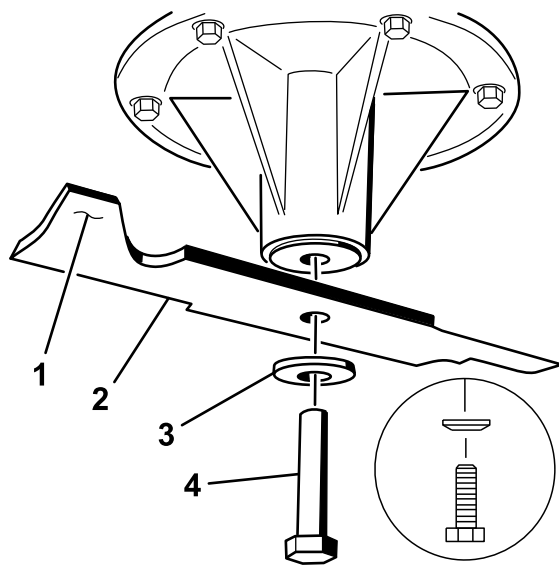

Figure 115
2. Enlevez de l'axe des lames gauche et centrale, le boulon de lame, la rondelle bombée et la lame (Figure 115).
3. Enlevez de l'axe, le boulon de la lame droite (fileté à gauche), la rondelle bombée et la lame (Figure 115).
1. Reposez sur les axes, les lames gauche et centrale, les rondelles bombées et les boulons de lame (Figure 115 et Figure 116).
**Remarque:** Orientez le cône de la rondelle bombée vers la tête du boulon (Figure 115).
2. Posez sur l'axe, la lame droite, la rondelle bombée et le boulon (fileté à gauche) (Figure 115 et Figure 116).